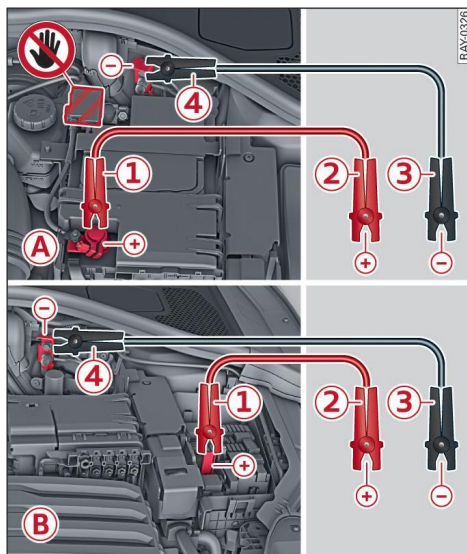

Fig. 182 Compartimento del motor: Conexiones para el cargador o cables de ayuda de arranque: **A)** Vehículos con
1. Fije un extremo del cable positivo (rojo) al polo positivo de la batería de su vehículo ① o bien al borne de ayuda de arranque ① ⇒ *fig. 182* de su vehículo.
2. Fije el otro extremo del cable positivo (rojo) al polo positivo ② de la fuente de corriente.